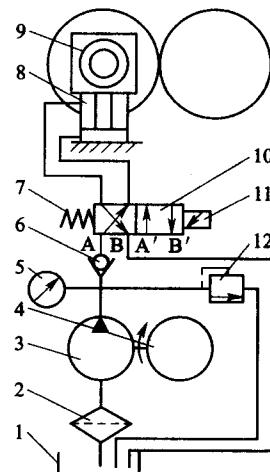

图 1-10 液压式离合压机构
② 液压式离合压机构。如图 1-10 所示，电动机 4 驱动油泵 3，使液压油由油箱 1 经滤油器 2、单向阀 6、二位四通换向阀 10 的 A 路输入液压缸 8 内活塞的下部，在液压力作用下，活塞上移。活塞控制着印版滚筒轴承座 9 的位置，此时印版滚筒处于离压（或合压）状态。当需要印版滚筒离合压状态改变时，可使电磁铁 11 断电，在弹簧 7 的作用下，换向阀 10 移位，这时液压油经 A'路输入液压缸内活塞上部，活塞下移，从而改变印版滚筒的位置。溢流阀 12 可保持油路中的压力稳定。